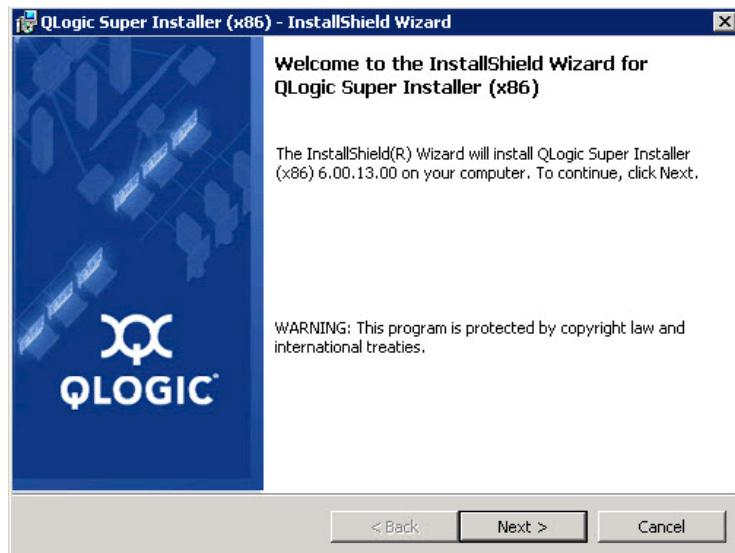

図 2-2. QLogic InstallShield ウィザード：ようこそウィンドウ
3. QLogic Super Installer—InstallShield® ウィザードの Welcome (ようこそ) (図 2-2) ウィンドウで、**Next** (次へ) をクリックします。